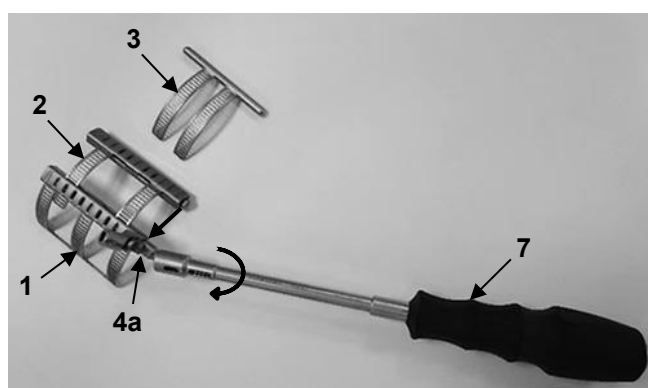

fig. 17
1. Sätt in primärelementet (2) i baselementet (1) och skruva fast det med hjälp av lämplig skruvmejsel (7). För att göra detta vrider du transportmekanismen på baselementets boxmodul (4a) moturs med hjälp av skruvmejseln (7) (fig. 17).